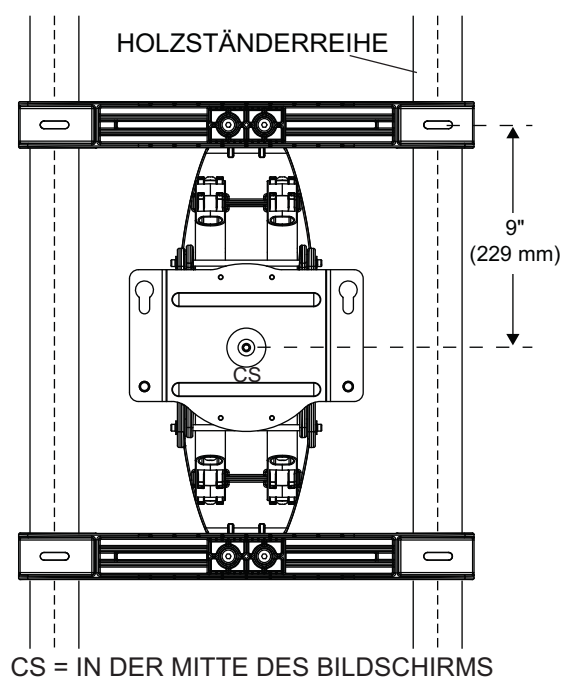

Abbildung. 2.1
- 2** Bestimmen und markieren Sie die Kanten der Holzständer mithilfe eines Balkenfinders. Am besten eignet sich ein Balkenfinder mit genauer Kantenanzeige. Ziehen Sie unter Verwendung einer Wasserwaage eine senkrechte Linie entlang der Mitte jedes Ständers. Richten Sie die Wandplatte Vorlage (Wandarm) waagrecht an der Wand aus und markieren Sie die Mitte von vier Montagebohrungen in der Mitte der einzelnen Holzständer. Die oberen Montagebohrungen sollten sich wie in Abbildung 2.1 dargestellt um 9" (229 mm) oberhalb der gewünschten Bildschirmmitte befinden. Bohren Sie vier Löcher mit einem Durchmesser von 5 mm (3/16 Zoll) und einer Mindesttiefe von 76 mm (3 Zoll). Befestigen Sie den Wandarm (A) mit vier Holzschrauben (C) wie in Abbildung 2.2 dargestellt an der Wand. Richten Sie die Wandplatte waagrecht aus und ziehen Sie dann alle Befestigungsteile fest.
- 2** Richten Sie die Wandplatte Vorlage (Wandarm), um die Montagebohrungen zu markieren. Die oberen Montagebohrungen sollten sich wie in Abbildung 2.1 um 9" (229 mm) oberhalb der gewünschten Bildschirmmitte befinden. Bohren Sie vier Löcher mit einem Durchmesser von 10 mm (13/32 Zoll) und einer Tiefe von 76 mm (3 Zoll) dargestellt. Stecken Sie Dübel (D) in die Löcher, bis sie bündig mit der Wand abschließen (siehe Abbildung rechts). Setzen Sie den Wandarm über die Dübel und befestigen Sie ihn mit den 5/16 x 3 Zoll Schrauben (C). Richten Sie ihn waagrecht aus und ziehen Sie dann sämtliche Befestigungsteile an.